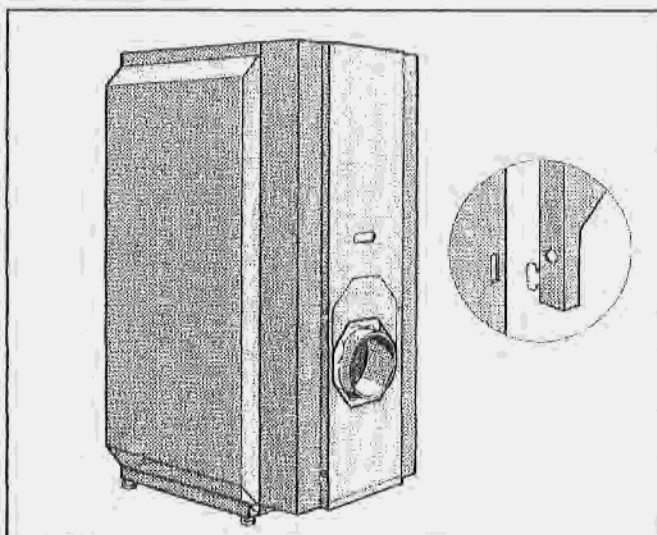

Fig. 30
- Accrocher le cache supérieur à l'aide des crochets dans les 4 rainures des parois avant gauche et droite, au-dessus de la buse de fumées (fig. 30).
- Accrocher le cache inférieur à l'aide des crochets dans les 4 rainures des parois avant gauche et droite, sous la buse de fumées (fig. 30).